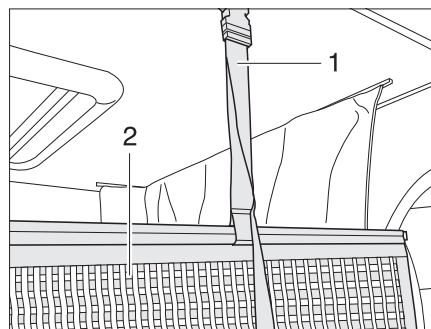

Bild 167 Fäste för skydds nätet
Skydds nätet (Bild 167,2) med fästremmarna befinner sig under madrassen. Skydds nätet ska först monteras när personerna som ska sova där befinner sig på den höjbara sängen.
- Haka fast fästremmen (Bild 167,1) i hållarna i taket.